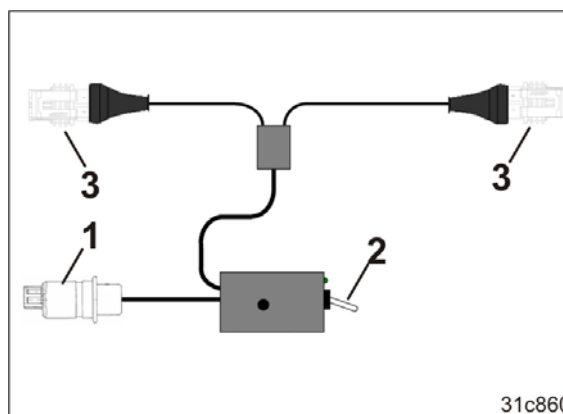

Fig. 147
17. Sæt stikket (Fig. 147/1) til skærrammebelysningen i stikdåsen i traktorkabinen.
Kontakt (Fig. 147/2) tænder og slukker belysningen (Fig. 147/3).